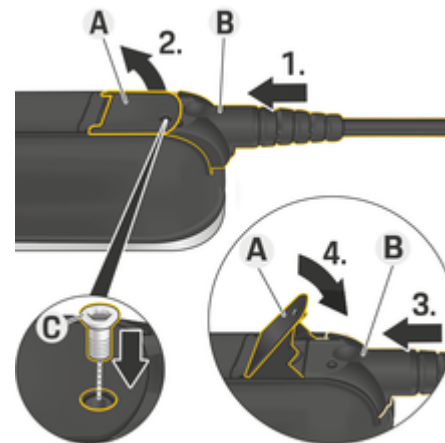

Fig. 16: Fijación del cable y el enchufe
- ✓ La palanca **A** (Fig. 16) está cerrada.
1. Inserte el enchufe **B** (Fig. 16) en la unidad de control hasta que note la primera resistencia.
2. Levante la palanca **A** (Fig. 16).
3. Inserte el enchufe **B** (Fig. 16) completamente.
4. Cierre la palanca **A** (Fig. 16).
5. Fije el enchufe **B** (Fig. 16) a la unidad de control mediante el tornillo **C** (Fig. 16).